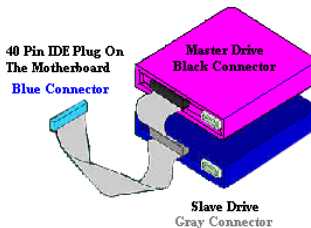

図 2-10. ATA/66 ケーブルの接続方法
- 黒いコネクタをマスターHDD のプラグに差し込みます。次にグレイのコネクタをスレーブドライブ（セカンダリ HDD、CD-ROM、テープドライブなど）のプラグに差し込みます。図 2-10 を参照してください。